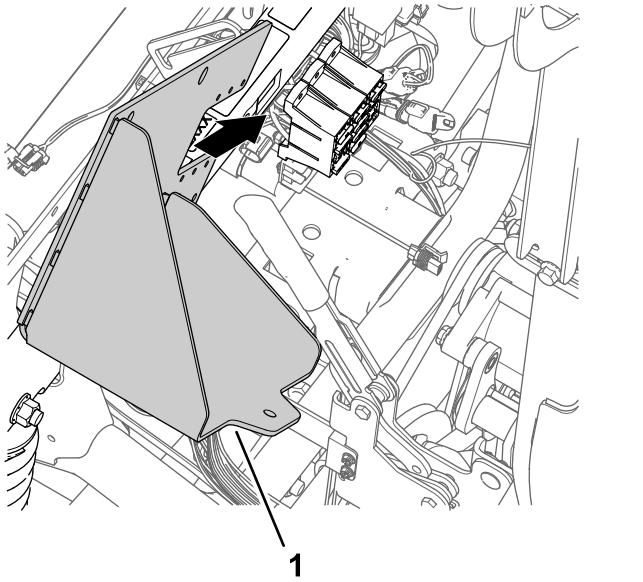

Рисунок 173
- Совместите новый кронштейн аккумуляторной батареи с опорной трубой амортизатора машины и блоком предохранителей (Рисунок 173).